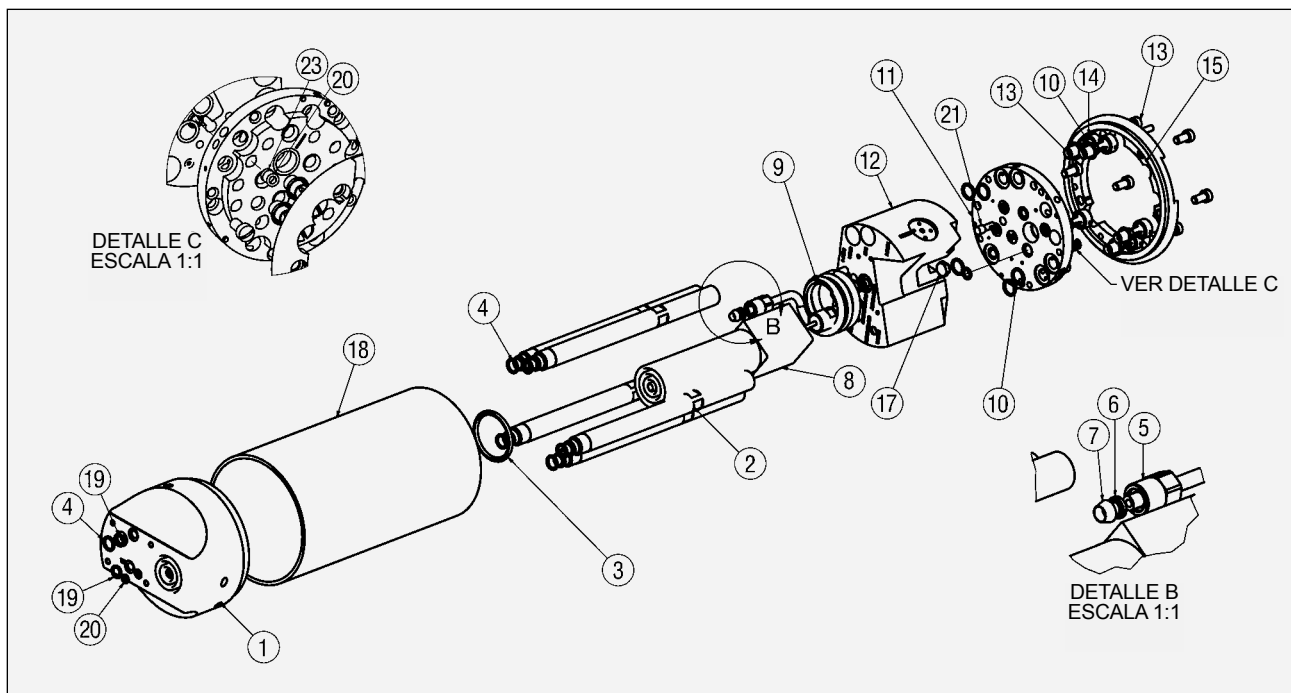

Figura 32: Conjunto del colector A13795
**Conjunto del colector A13795 - LISTA DE PIEZAS (Figura 32)**